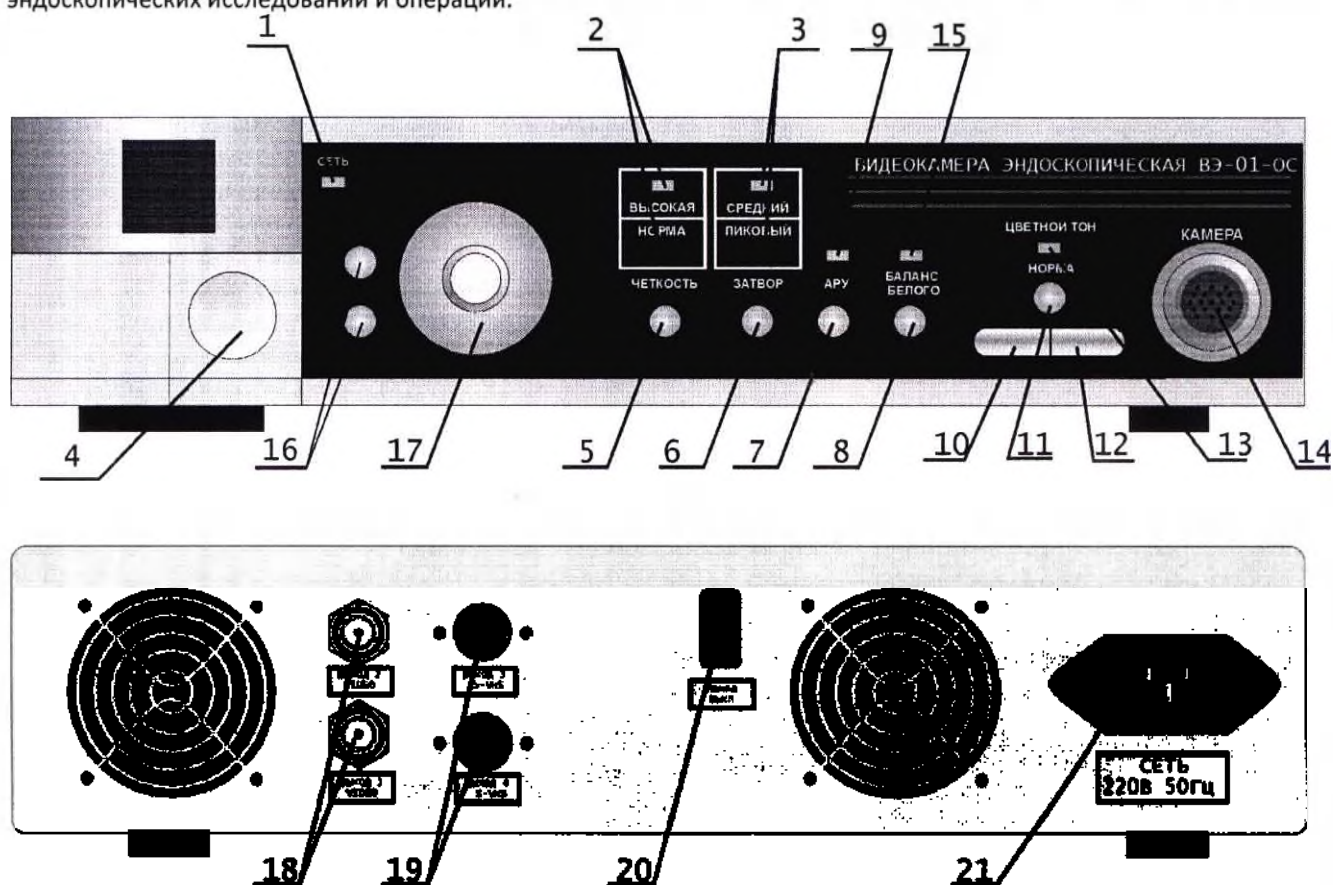

Рис.1
1. Видеокамера эндоскопическая ВЭ-01-ОС-«ПРИМА» с принадлежностями (рис.1)
Блок освещения видеокамеры создает мощный пучок света, который передается с помощью подключенного к адаптеру кабеля осветительного (поз.17, рис.1) кабеля осветительного на светоприемник трубки оптической, для создания необходимого освещения в полости